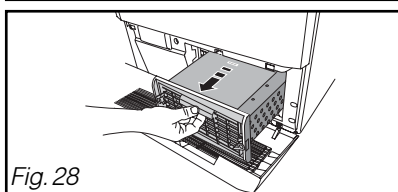

Fig. 28
- Retirez-le délicatement (Fig. 28).